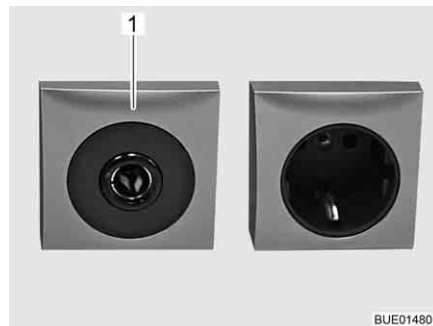

Fig. 147 Presa 12 V/10 A
- ▷ Alle prese (Fig. 147,1) della rete di bordo a 12 V, connettere solo apparecchi funzionanti al massimo a 10 A.